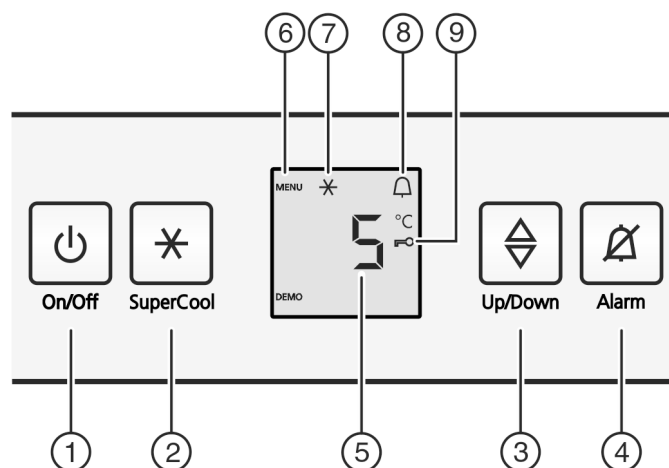

Fig. 2
- Appuyez sur la touche marche/arrêt Fig. 2 (1).
- Appuyer env. 5 secondes sur la touche SuperCool Fig. 2 (2).
- ▷ Le symbole Menu Fig. 2 (6) apparaît dans l'affichage.
- Confirmer brièvement avec la touche SuperCool Fig. 2 (2).
- ▷ Le symbole Sécurité enfants Fig. 2 (9) s'allume dans l'affichage.
- Appuyer brièvement sur la touche On/Off Fig. 2 (1).
- Appuyer sur la touche Alarme Fig. 2 (4).